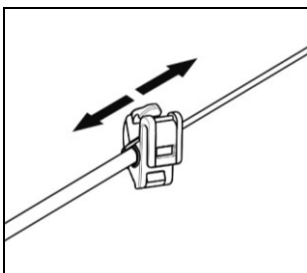

Fig. 24
- Ajustar o microfone (Fig. 24).